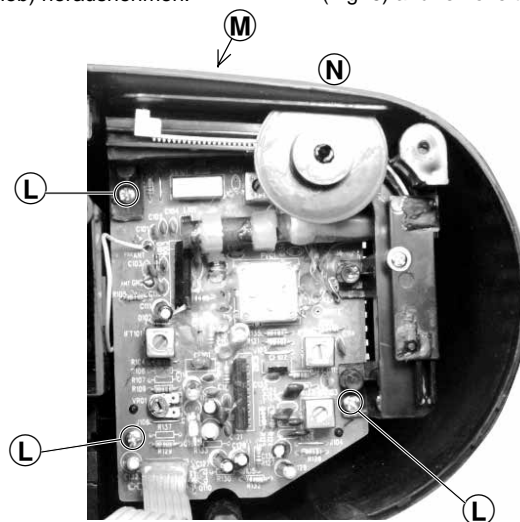

Fig. 6
- 3 Schrauben ⑬ (Fig. 6) herausdrehen.
- Schalterknopf ⑭ (Fig. 6) abziehen.
- Gehäuseoberteil im Bereich des Tuninggrades nach oben drücken ⑮ (Fig. 6) und Tunerplatte (mit Zeigerantrieb) herausnehmen.
- Undo 3 screws ⑬ (Fig. 6).
- Pull off the switching knob ⑭ (Fig. 6).
- Press the cabinet top upwards at the position of the tuning wheel ⑮ (Fig. 6) and remove the tuner board (with pointer drive).